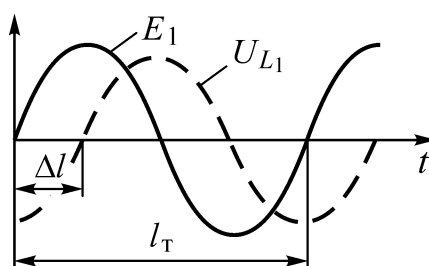

Рис. 8
3.3. Используя 2-х каналный осциллограф, получить на его экране изображение ЭДС  $E_1$  (имеющей фазу  $0^\circ$ ) с помощью канала А, и изображение напряжения  $U_{L_1}$  с помощью канала В. По смещению двух изображений (рис. 8) друг относительно друга, составив пропорцию, можно определить фазу  $\varphi_{L_1}$  напряжения  $U_{L_1}$  и сравнить его с предварительно рассчитанным.